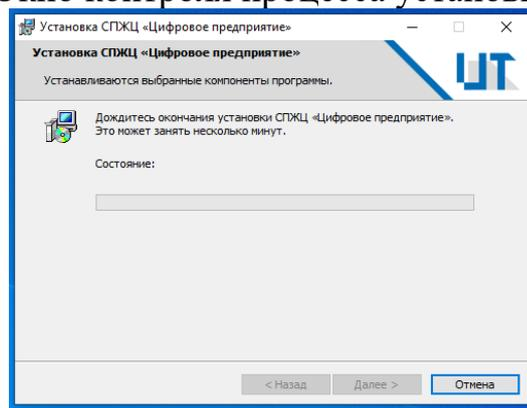

Рисунок 6
8) отслеживать процесс установки в окне контроля (рис. 6), при необходимости прервать процесс и вернуться на нужный шаг процедуры установки;